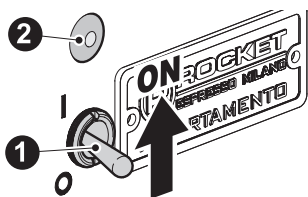

fig. 5.1
- Accendere l'interruttore di accensione / spegnimento (1 - fig. 5.1) dalla posizione "O" alla posizione "I". Dopo averla accesa si ottiene:
Modello **APPARTAMENTO**: la spia (2 - fig. 5.1) si accende con luce fissa verde.
Modello **APPARTAMENTO TCA**: si deve sentire il rumore della pompa. e la spia (2 - fig. 5.1) è di colore BLU.